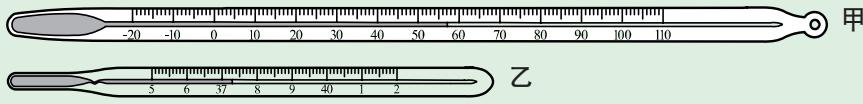

图 5-1-15
2. 在图 5-1-15 中，甲是水银温度计，它的测量范围是 _____，最小分度值是 _____，图中温度计的示数为 _____。乙是体温计，它的测量范围是 _____，最小分度值是 _____，图中体温计的示数为 _____。